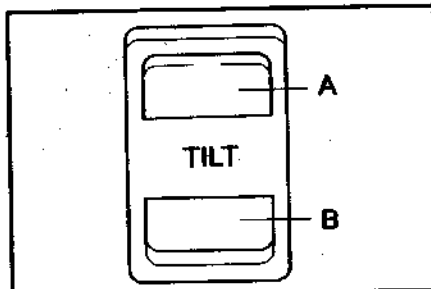

Рис. 70. Кнопка Tilt для поднятия люка
Для поднятия люка нажмите на кнопку «TILT» (НАКЛОН) (A), расположенную на узле плафона на потолке салона (рис. 70). Для его опускания снова нажмите на кнопку «TILT» (B).